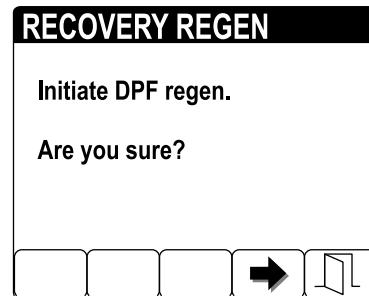

**Bild 57**
4. Stellen Sie auf dem Bildschirm VERIFY FUEL LEVEL sicher, dass der Kraftstofftank zu einem Viertel gefüllt ist, wenn Sie eine geparkte Regenerierung durchführen, oder dass er halb voll ist, wenn Sie die Wiederherstellungs-Regenerierung ausführen; drücken Sie dann die Taste 4, um fortzufahren (Bild 57).
5. Stellen Sie auf dem Bildschirm „DPF checklist“ sicher, dass die Feststellbremse aktiviert ist, und dass die Motordrehzahl auf den niedrigen Leerlauf eingestellt ist; drücken Sie dann die Taste 4, um fortzufahren (Bild 57).